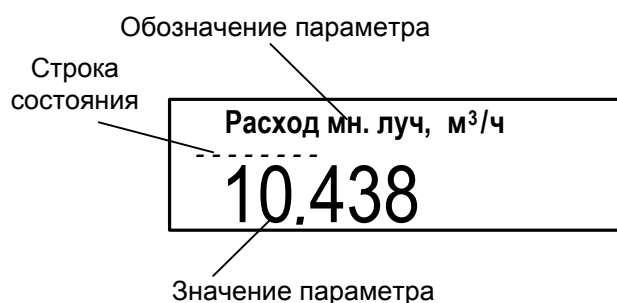

Рис.6. Вид окна укрупненной индикации измеряемого параметра.
4.2.3. Текущие значения измеряемых параметров отображаются в окне индикации меню **Измерения** (рис.В.1). Кроме того, в расходомере предусмотрена возможность индикации значений измеряемых параметров шрифтом большего размера (рис.6).